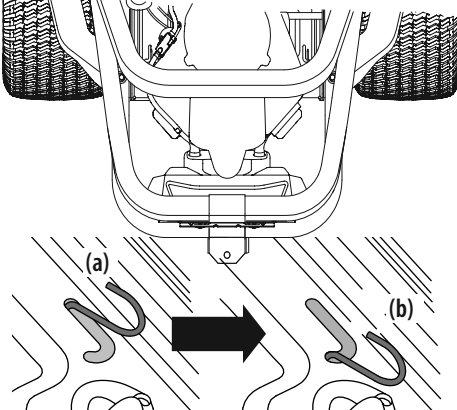

Figure 1
1. Pour engager la tige de dérivation, tirez sur la tige (a) et placez-la dans la fente en J. Répétez l'opération pour l'autre côté. Voir Figure 1.